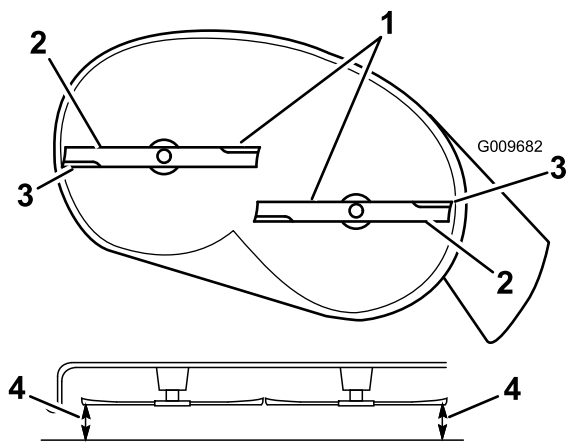
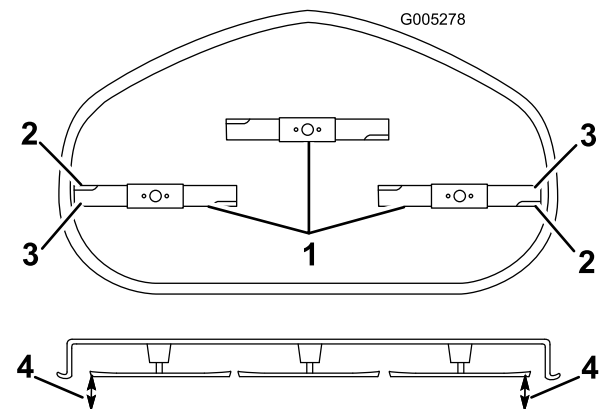

Figura 46
Figura 47
4. Gire cuidadosamente las cuchillas hasta que estén todas orientadas lateralmente (Figura 46 y Figura 47).
5. Mida entre los bordes de corte exteriores y la superficie plana (Figura 46 y Figura 47). Si hay una diferencia de más de 5 mm (3/16 pulg.) entre ambas dimensiones, se requiere un ajuste; siga con este procedimiento.